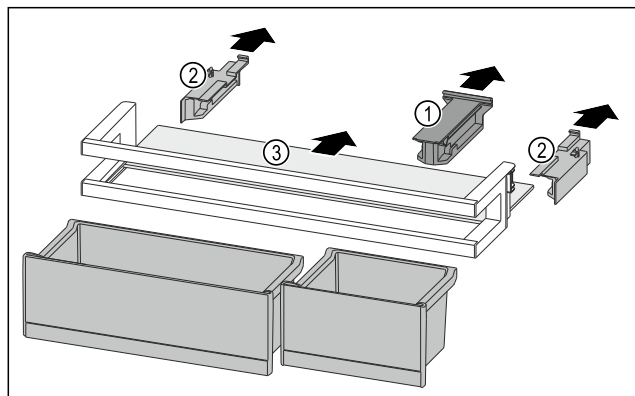

Fig. 277
- ▶ Halteteil Fig. 277 (1) abziehen.
- ▶ Seitenteile Fig. 277 (2) abziehen.
- ▶ Abstellfläche Fig. 277 (3) entnehmen.